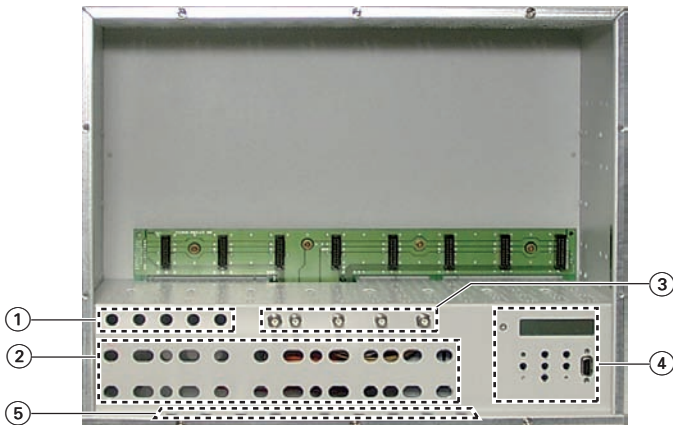
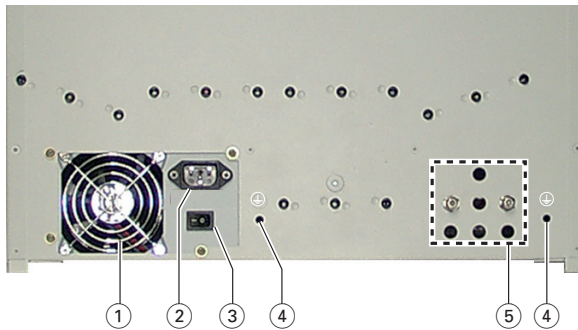

Abb. 2
Abb. 4
- Erforderliche Anzahl von handelsüblichen Kabeldurchführungen in die vorgesehenen Durchbrüche in der Front (Abb. 2 ⑤, Seite 7) und/oder der Rückwand (Abb. 4 ⑤, Seite 8) einsetzen.